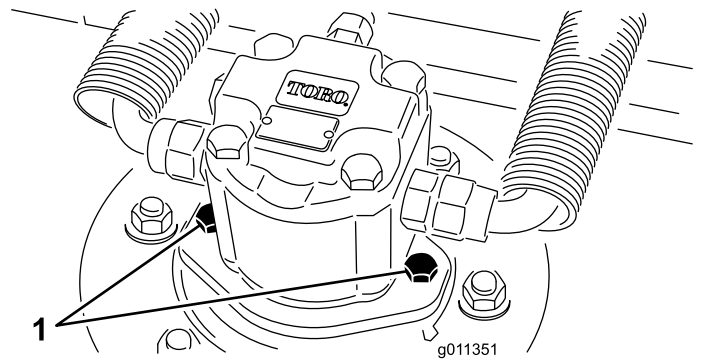

Figura 10
2. Desconecte el motor hidráulico y retírelo de la carcasa (**Figura 10**). Tape la parte superior del eje para evitar la contaminación.
4. Instale el motor hidráulico en la carcasa (Figura 10). Asegúrese de que la junta tórica está correctamente colocada y que no está dañada.